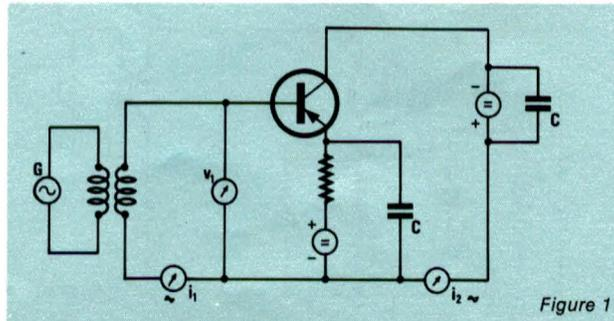

Figure 1
- La **figure 1** a trait à la détermination de h11 et de h21 d'un transistor npn monté en EC (Émetteur commun) :